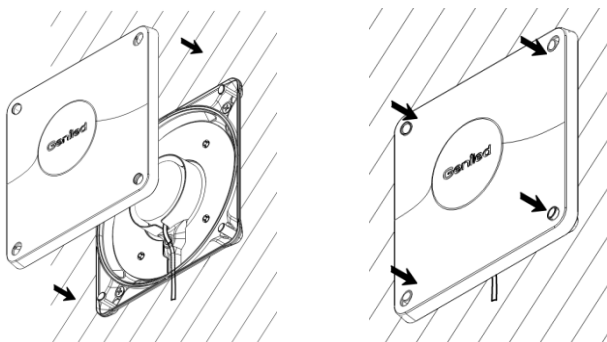

Рисунок 7 – Установка рассеивателя.
- 5.4.4. Установите переднюю крышку (рассеиватель) (Рисунок 7). Аккуратно надавите на переднюю крышку в местах креплений до характерного щелчка. Важно чтобы все четыре крепления зашелкнулись.